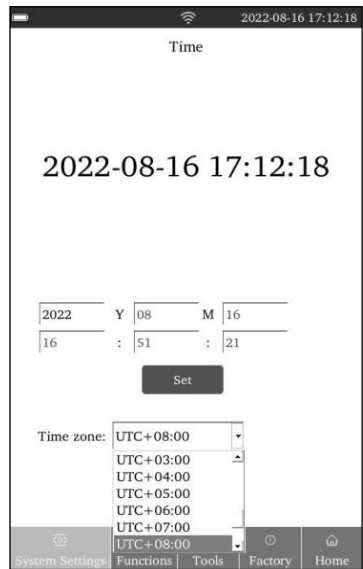

Fig 9
- 1) Toque em "**Time**" para inserir o ano, mês, dia, hora, minuto e segundo. Toque em "**Set**" para aplicar. Toque em "**Time zone**" para ajustar a zona UTC. (Ref Fig 9)